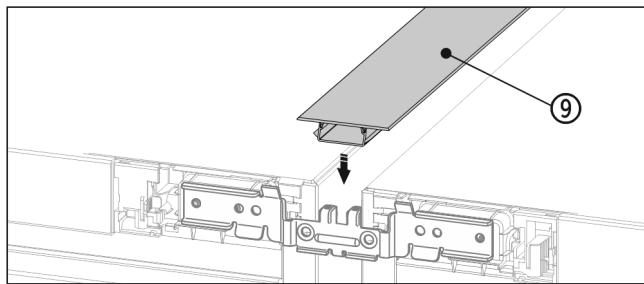

Fig. 21
- Augšpusē iespiediet īso seglīsti Fig. 21 (9) horizontālajā gropē.